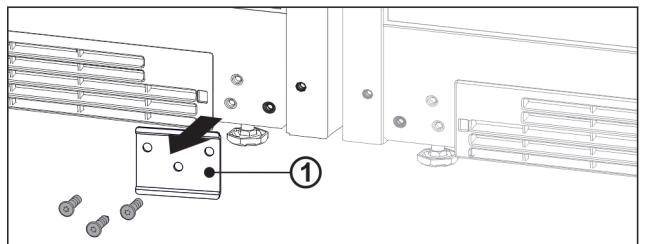

Fig. 14
- ▶ Ако ламарината Fig. 14 (1) е монтирана, развинтете ламарината.